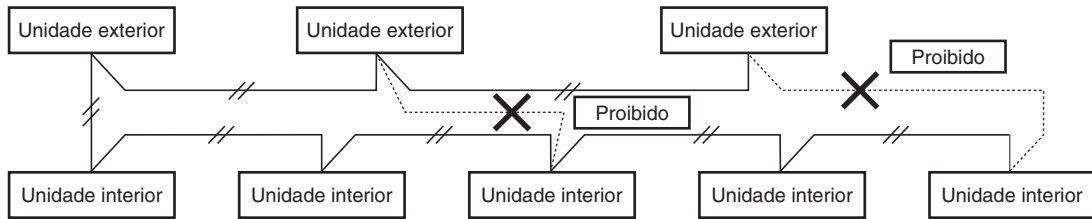

Fig. 4-3
- (2) Não realize a instalação eléctrica de controlo entre unidades de maneira que forme um laço. (Fig. 4-3)